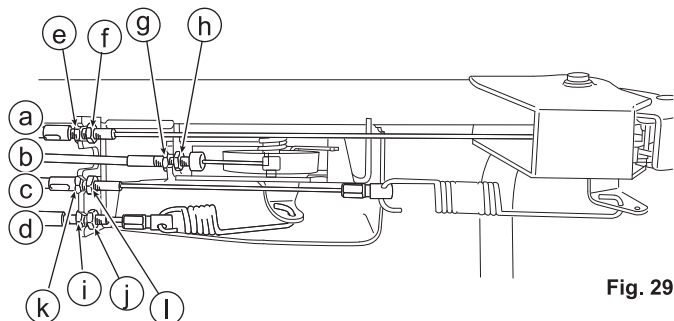

Fig. 29
8.6.1 Leva dell'acceleratore (fare riferimento alle figure 29 e 30)
8.6.2 Leva della lama (fare riferimento alle figure 29 e 31)
3. Accertarsi che la lama si spenga completamente quando la leva della lama (C) è rilasciata.
8.6.3 Leva della frizione (fare riferimento alle figure 29 e 32)
3. Accertarsi che la macchina possa essere spostata all'indietro quando la leva della frizione (B) è rilasciata.
8.6.4 Leva del cambio (fare riferimento alle figure 29 e 33)